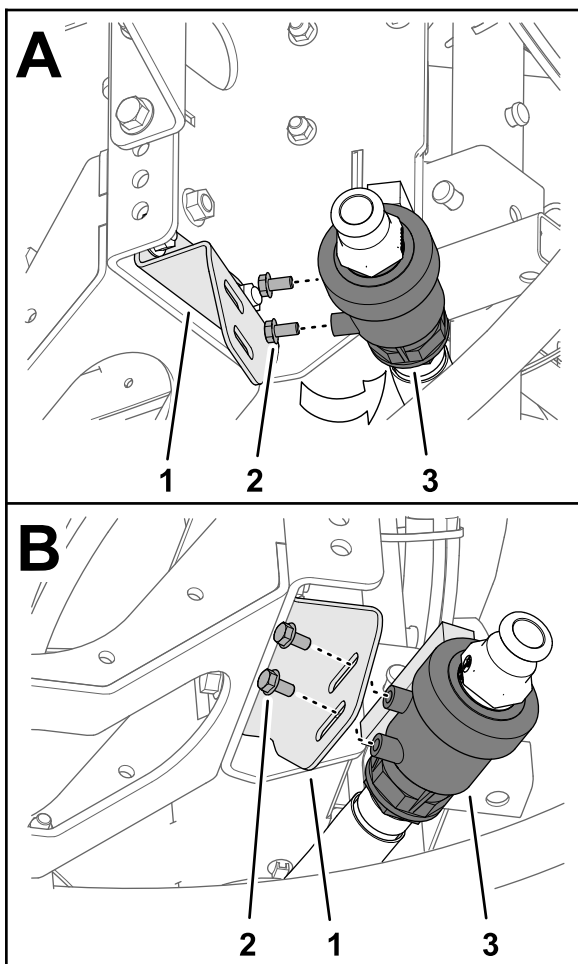

Figure 14
- Retirez les 2 boulons à embase (5/16 x 5/8 po) du boîtier de la vanne de vidange (Figure 14).
- Fixez la vanne de vidange sur son support (Figure 14) à l'aide des 2 boulons à embase (5/16 x 5/8 po) que vous avez retirés à l'opération 3.